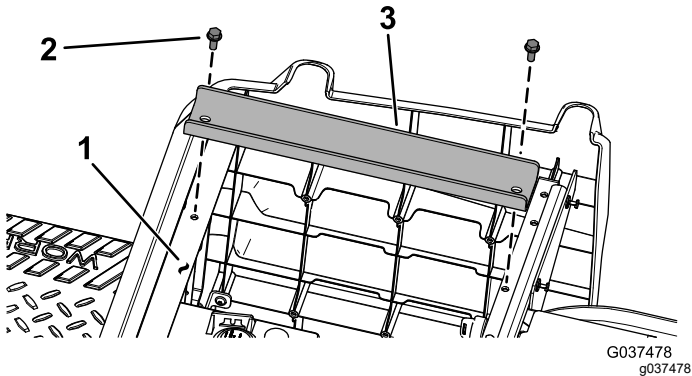

Figuur 6
2. Verwijder de 2 schroeven (5/16 x 3/4 inch) en 2 flensmoeren (5/16 inch) uit elke armleuning en verwijder de achter-armleuningen (Figuur 6).